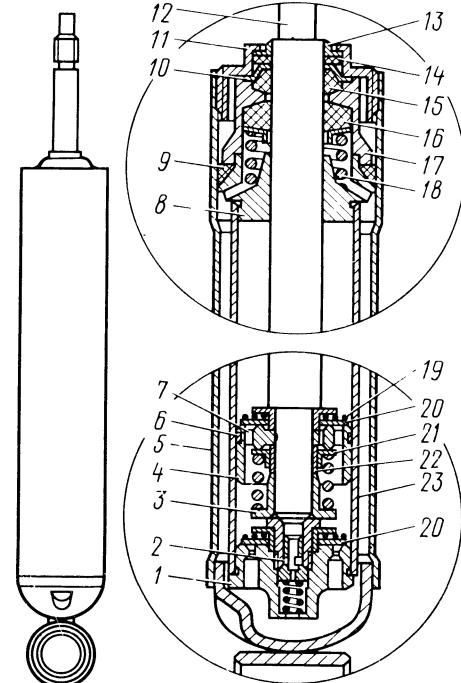
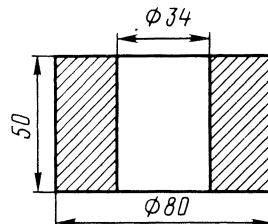

Рис. 151. Амортизатор:
Рис. 153. Кольцо для снятия втулки
Передние и задние телескопические амортизаторы автомобиля одинаковы по конструкции и имеют много общих деталей (рис. 151).
3. Отвернуть гайку 11 (см. рис. 151).
8. Алюминиевым кольцом (рис. 153), надетым на цилиндр, сбить направляющую втулку 8 (см. рис. 151) с цилиндра 23.
Уплотнительное резиновое кольцо 9 (см. рис. 151) заменяется, если оно повреждено при разборке, а также в случае, когда кольцо сильно деформировалось и дало усадку.
5. Собрать клапан сжатия. Перепускной клапан 20 (см. рис. 151) при этом установить к кольцевым выступам корпуса клапана неработавшей стороной. Если амортизатор перебирался неоднократно и детали притирались, то установить новый клапан. Запрессовать корпус 1 клапана в цилиндр.